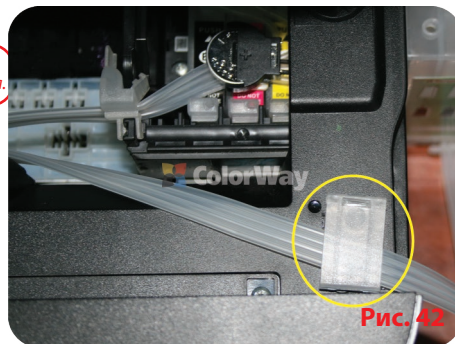

Рис. 42
8.7. Проложите и натяните шлейф от СНПЧ вдоль станины принтера и закрепите его с помощью держателя «клипса». (Рис. 42).